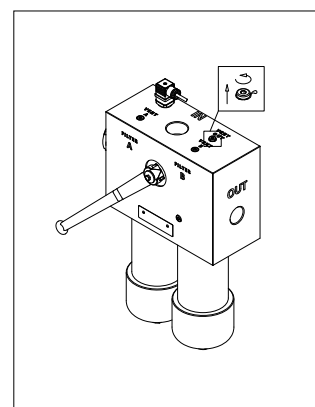

fig. 33
- (Fig. 33) Far fuoriuscire l'aria dall'impianto attraverso il tappo "Vent OUT" allentato di un giro al massimo, finché il fluido di lavoro non inizia a trafilare